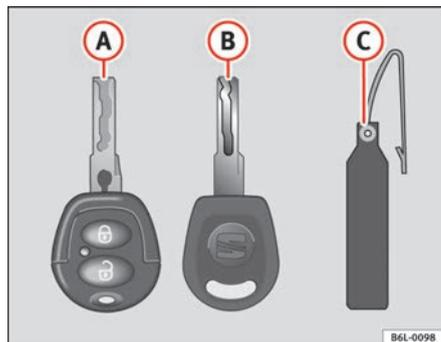

Fig. 46 Jeu de clés
- une clé à radiocommande ⇒ fig. 46 (A),
- une clé sans commande (B),
- une languette en matière plastique (C) sur laquelle figure le numéro de la clé.
Un double de clé ne peut être réalisé qu'à l'aide du numéro de clé figurant sur la languette en matière plastique ⇒ fig. 46 (B). C'est pourquoi :